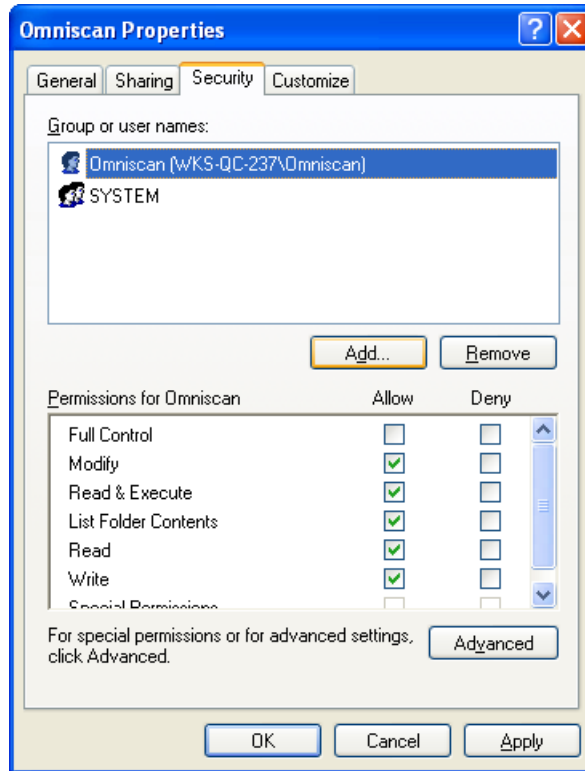

Рис. 7-19 Параметры безопасности для пользователя Omniscan
16. Во вкладке **Security** диалогового окна **Omniscan Properties** (см. Рис. 7-19 на стр. 220) выполните следующее: